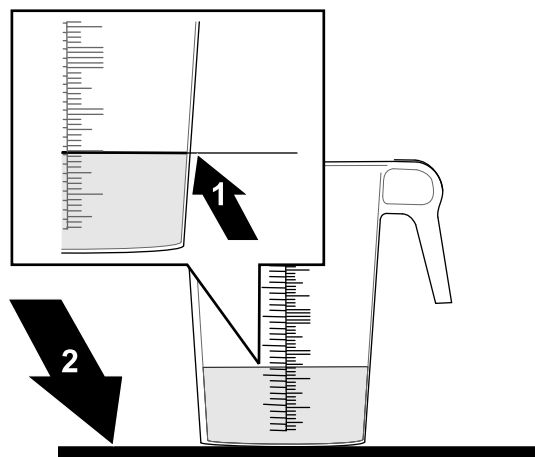

図 172
1. 目盛付き容器を水平な場所において、回収された水量を調べる 図 172。